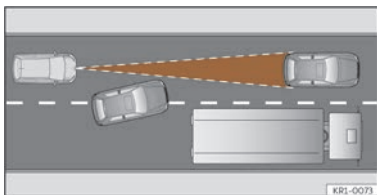

Fig. 145 Changement de voie d'un véhicule.
- Véhicules changeant de voie pour aller sur la vôtre, à courte distance de votre véhicule >>> **fig. 145**.